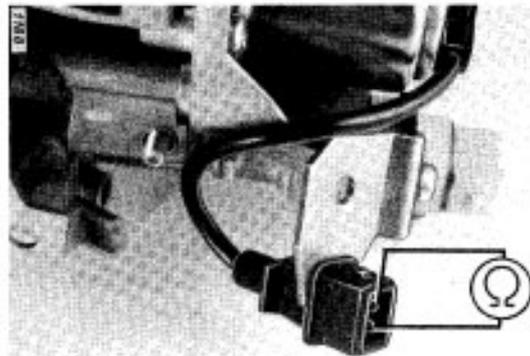

Bild 8
4. VORDROSSELSTELLER (Bild 8–11)
4.1 Widerstand (Bild 8)